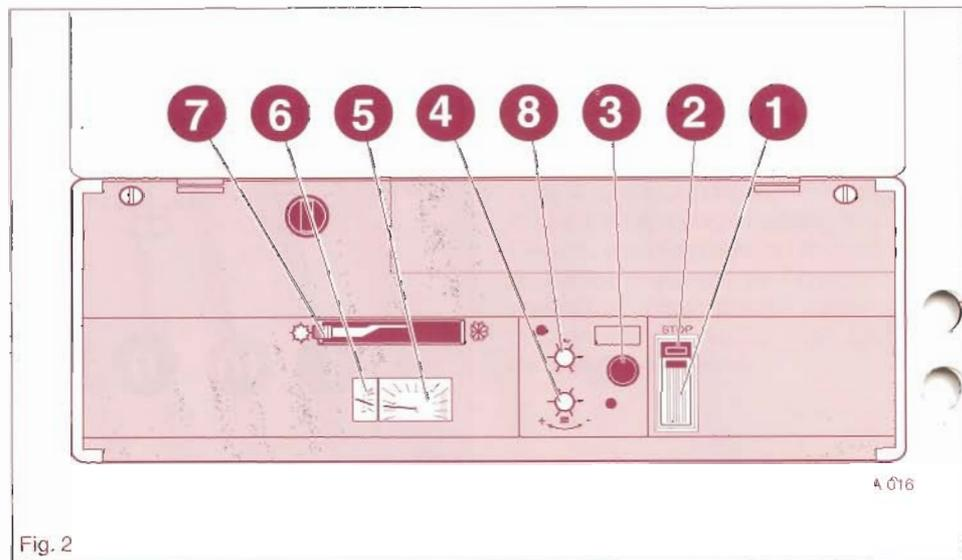

Fig. 2
- Orientez le sélecteur (7 fig. 2) vers la gauche, repère * (été), la chaudière assurera uniquement la production d'eau chaude sanitaire.
La température fournie dépend du débit choisi directement au robinet et du réglage à la manette (8 fig. 2).
Nota : lors d'un puisage d'eau chaude, la température indiquée par le thermomètre (5 fig. 2) ne correspond pas à celle de l'eau chaude mais à celle du circuit primaire de l'échangeur. Cette température sera toujours voisine de 90°C environ.
- Orientez le sélecteur (7 fig. 2) vers la droite, repère * (hiver).
selon la température extérieure. Effectuez ce réglage à l'aide de la manette (4 fig. 2) en partant du raisonnement suivant :
manomètre (6 fig. 2). Si celle-ci descend au-dessous de 1 bar, ajoutez de l'eau comme indiqué au chapitre "Vérifications Préliminaires" (il est normal que la pression lue au manomètre soit plus basse à froid qu'à chaud).
- Orientez le sélecteur (7 fig. 2) vers la gauche, repère * (été). La chaudière fonctionne alors seulement pour la production d'eau chaude sanitaire.
- Appuyez sur le bouton poussoir (2 fig. 2) ce qui provoque d'une part la coupure électrique de la chaudière et d'autre part la fermeture du robinet gaz.